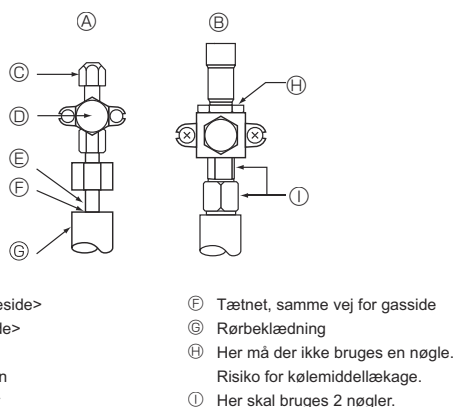

Fig. 4-5
4.4. Metode til lufttæthedstest for kølemiddellør (Fig. 4-5)
- Hvis trykket falder i trin (2) eller (3), er der en gaslækage. Søg efter kilden til gaslækagen.